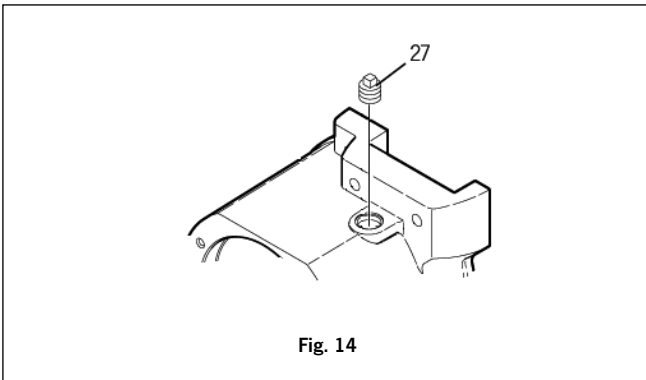

Fig. 14
**Achtung!** Vor Nutzung des Gerätes muss der Stopfen (Fig. 14, 27) durch den beigelegten Entlüfter am Getriebegehäuse ausgetauscht werden.